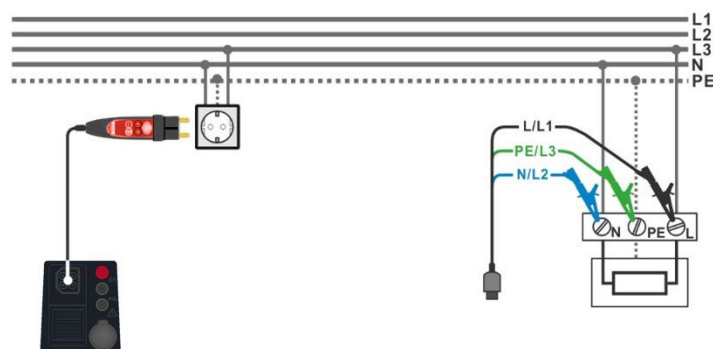

Abbildung 4.31: Anschluss des Commander-Prüfsteckers und der 3-Leiter-Prüfleitung
- › Schließen Sie die 3-Leiter-Prüfleitung oder den Commander-Prüfstecker am Prüfobjekt an, siehe **Abbildung 4.31**.